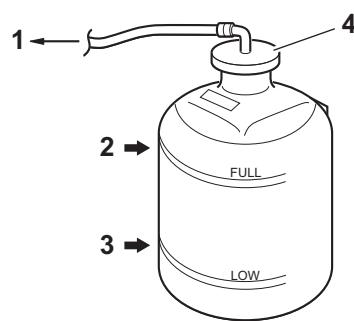

Figura 12
5. Verifique o nível de líquido de refrigeração no reservatório. O nível deve estar na marca FULL (Cheio) (**Figura 12, (2)**). Adicione líquido de arrefecimento, se necessário.
6. Remova o tampão do reservatório (**Figura 12, (4)**) para adicionar líquido de refrigeração, se necessário.
8. Verifique as ligações do tubo de borracha (**Figura 12, (1)**) que ligam o reservatório ao depósito de líquido de refrigeração/permutador de calor. Substitua, se estiver danificado.